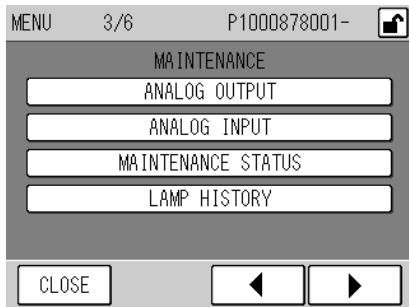

Fig. 53 MENU/MAINTENANCE Fenster
- MAINTENANCE (Fig. 53 auf Seite 41)